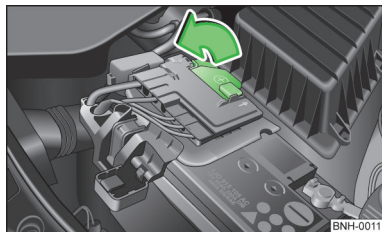

Abb. 139
- Die Batterieabdeckung in Pfeilrichtung aufklappen » Abb. 139.